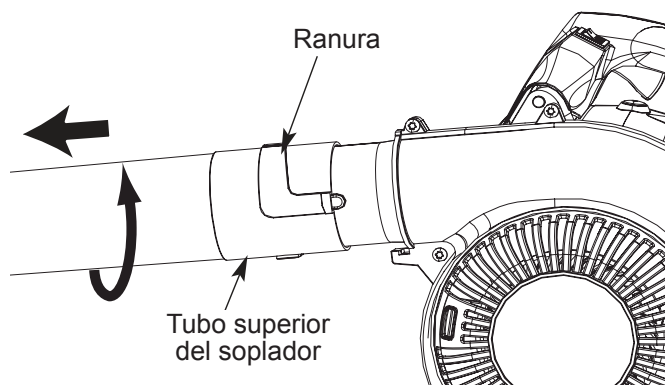

Fig. 3
1. Gire el tubo superior del soplador en sentido antihorario hasta que se desbloquee de la salida del soplador (Fig. 3).